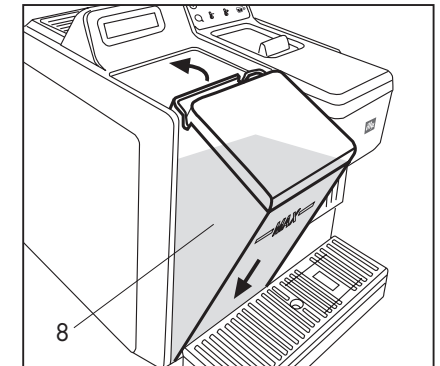

Abb. 3
- Um den Behälter wieder einzusetzen, kippen Sie ihn leicht und legen Sie ihn auf das Wasservertil. Drücken Sie ihn leicht von oben nach unten und dann in das Fach hinein bis er einrastet. (**Abb. 3**)